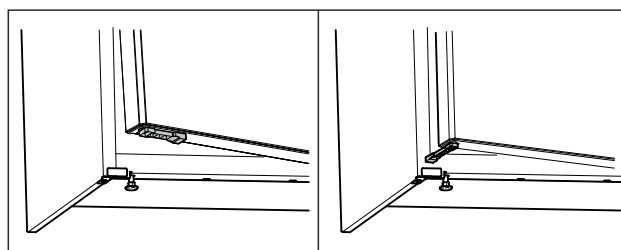

Fig. 56 \*
- ▶ Otočte obmedzovač otvorenia dverí o 90°. (pozri Fig. 56) \*